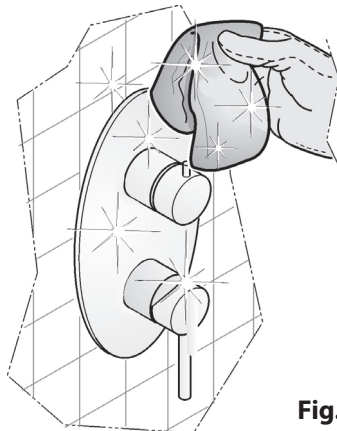

Fig. 10
- Con un panno eseguire una accurata pulizia.. (Fig. 10)